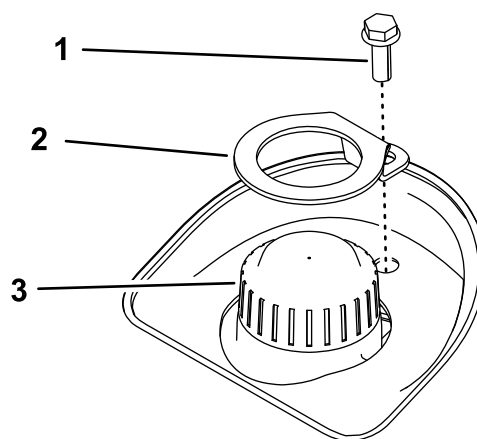

Figure 45
5. Si le niveau d'huile est trop bas, enlevez le dispositif de verrouillage et le bouchon au sommet du vase d'expansion (Figure 45), et faites l'appoint de liquide spécifié pour atteindre le niveau correct.